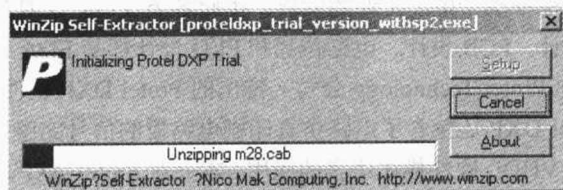

图 1-2 开始解压对话框
(2) 输入安装许可密码后,单击 OK 按钮,开始解压缩安装文件,如图 1-2 所示的对话框。